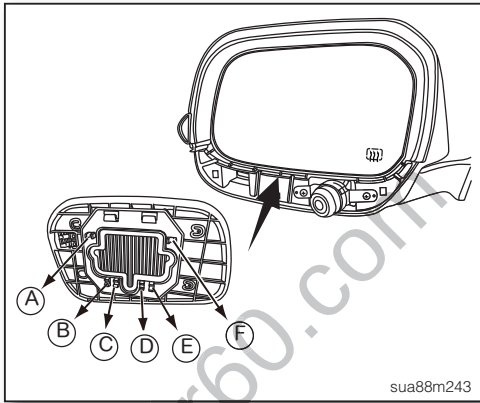

图2
2. 由左车门后视镜镜片下方，依固定卡榫A~F位置拆下左车门后视镜镜片 (如图2)。